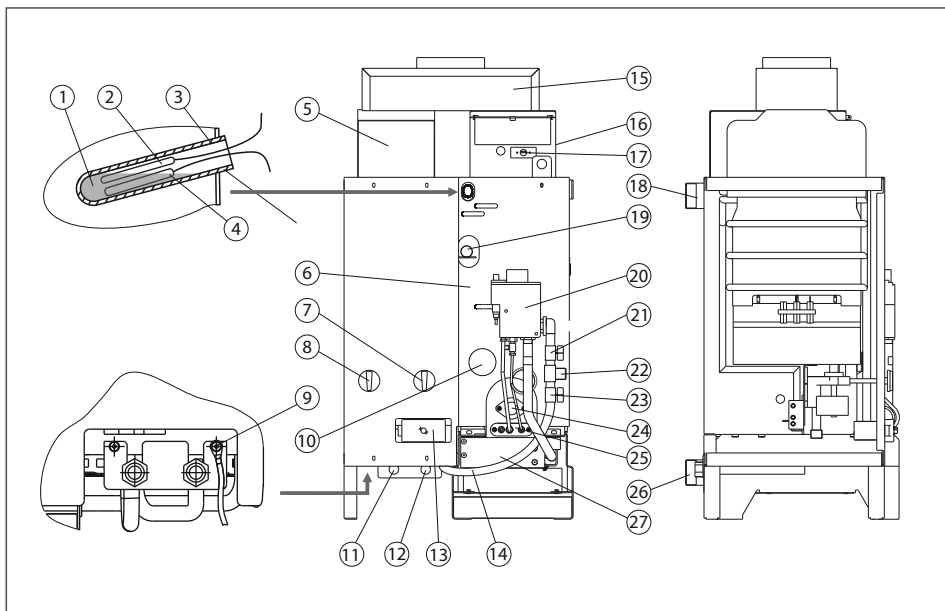

Рис. 1. Будова котла «Житомир-10»
Для коректної роботи терморегулятора і термоіндикатора, перед початком експлуатації в стакан корпусу котла необхідно залити 10 мл машинного масла (п.1 рис.1)
5.2.1. Для установки ТЕНа необхідно злити воду з котла (системи опалення), відкрити заглишку (Рис.1 поз. 10) і встановити на її місце ТЕН з характеристиками, що відповідають таблиці 3.